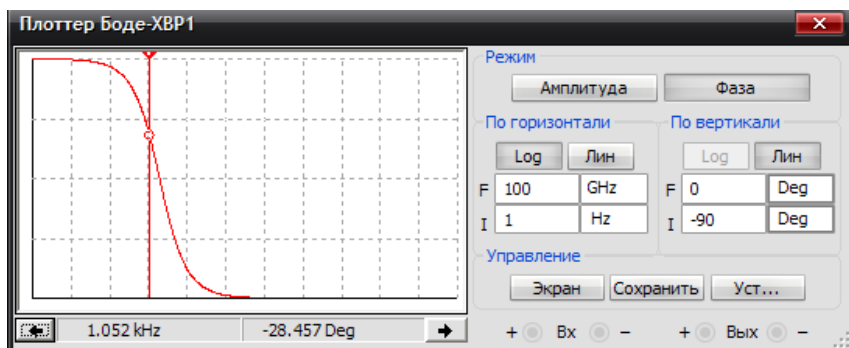

Рис. 2.6.10. Измерение фазы при другой частоте сигнала
19. Измените частоту источника по табл. 2.6.3, то есть установите 1 кГц, и повторите измерения K_U и φ и т.д. Результат измерения φ показан на рис. 2.6.10. Результаты измерений заносите в табл. 2.6.3.